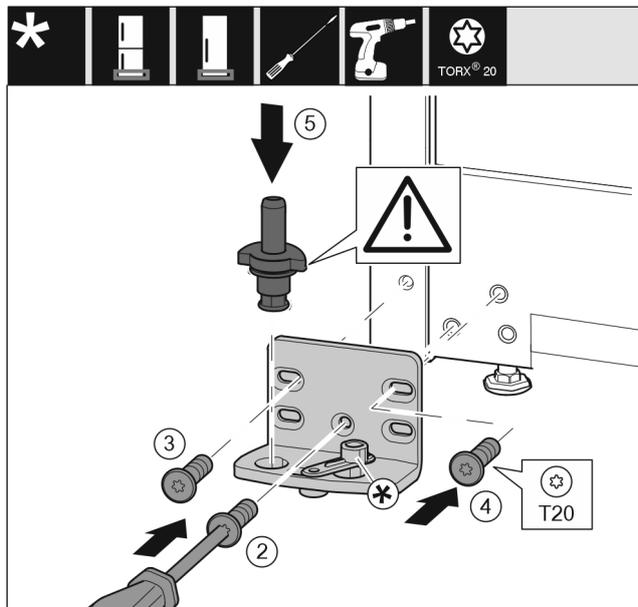

Fig. 17
- ▶ Ložiskovú konzolu nasadíte na druhú stranu a priskrutkujete ju pomocou skrutkovača T20. Začnite skrutkou 2 dole v strede. Fig. 17 (2)
- ▶ Pevne zaskrutkujte skrutku 3 a 4. Fig. 17 (3,4)
- ▶ Ložiskový čap úplne nasadíte. Dbajte pritom na to, aby zaistovací doraz ukazoval smerom dozadu. Fig. 17 (5)